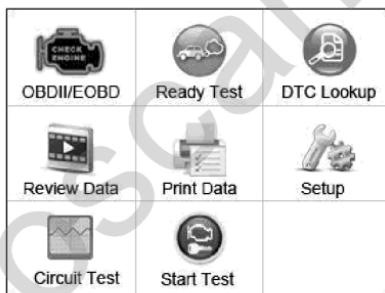

Рис. 6.1
- Воспользоваться кнопками прокрутки **UP/DOWN** и кнопками прокрутки **LEFT/RIGHT**, чтобы выбрать режим **Ready Test** в **Main Screen** (рис. 6.1), нажать кнопку **OK**.